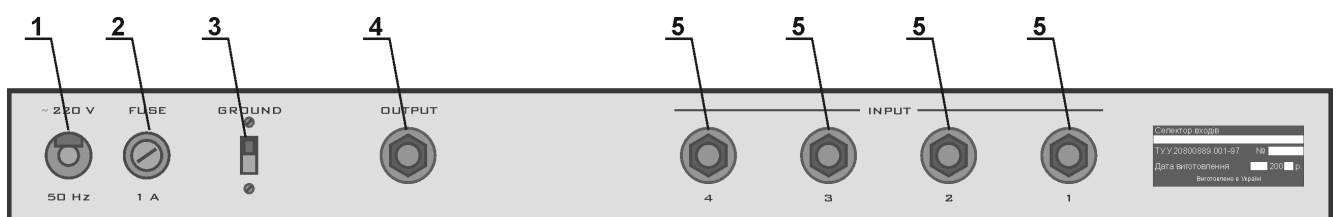

Рисунок 20
9.2.14. Розміщення та призначення клем на задній панелі селектора входів вказано на рис. 20.
9.2.16. Типові схеми з'єднань комплексу апаратури вказано на рис. 20 – 24. Елементи з'єднань, не вказані на одному з рисунків, можуть бути взяті з інших. Підключення ПП до БК залежить від кількості ПП, зон підключення і навантаження по зонах.